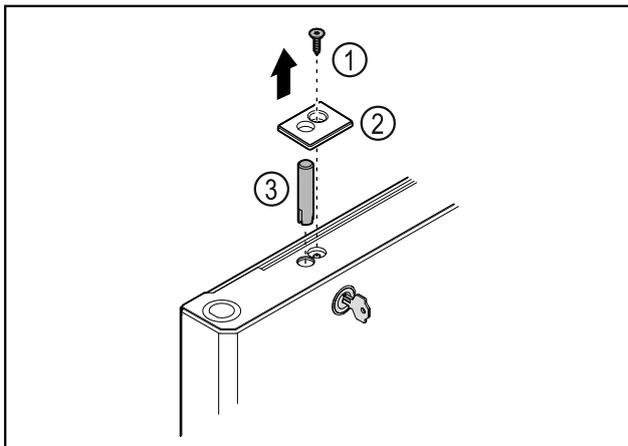

Fig. 38
- ▶ Зніміть гвинт Fig. 38 (1).
- ▶ За допомогою малої викрутки зніміть з фіксатора кришку Fig. 38 (2) і видаліть.
- ▶ Витягнути палець замка Fig. 38 (3).